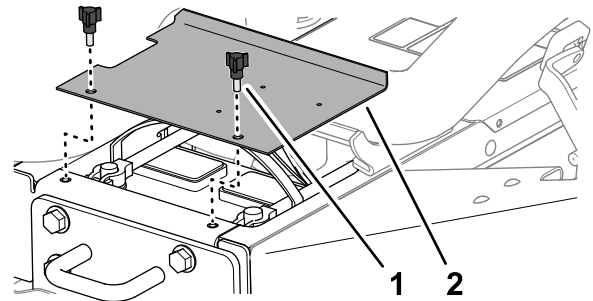

Figura 53
1. Abra los cierres de los lados izquierdo y derecho del capó (Figura 53).